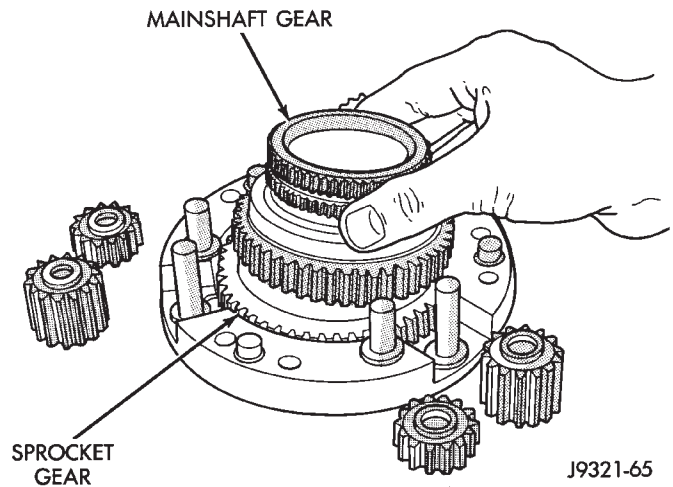

Fig. 70 Installing Mainshaft Gear
(4) Install mainshaft gear in sprocket gear (Fig. 70).